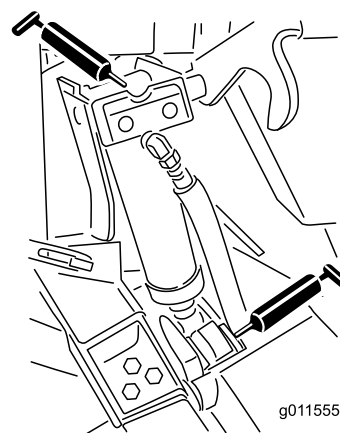

Figura 50
- Casquillos de los cilindros de elevación (4) (Figura 50)